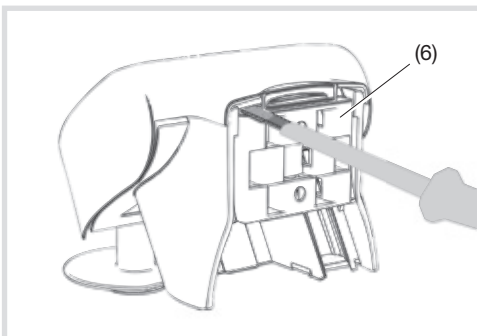

Bild 4: Wand-/Mastbefestigung lösen
Die Wetterstation wird inklusive einer Wand-/Mastbefestigung (6) ausgeliefert. Diese ist bei Auslieferung an der Rückseite eingerastet (Bild 4).
- Wand-/Mastbefestigung (6) mit einem Schraubendreher vorsichtig aus der Rastung lösen und nach unten herausschieben (Bild 4).